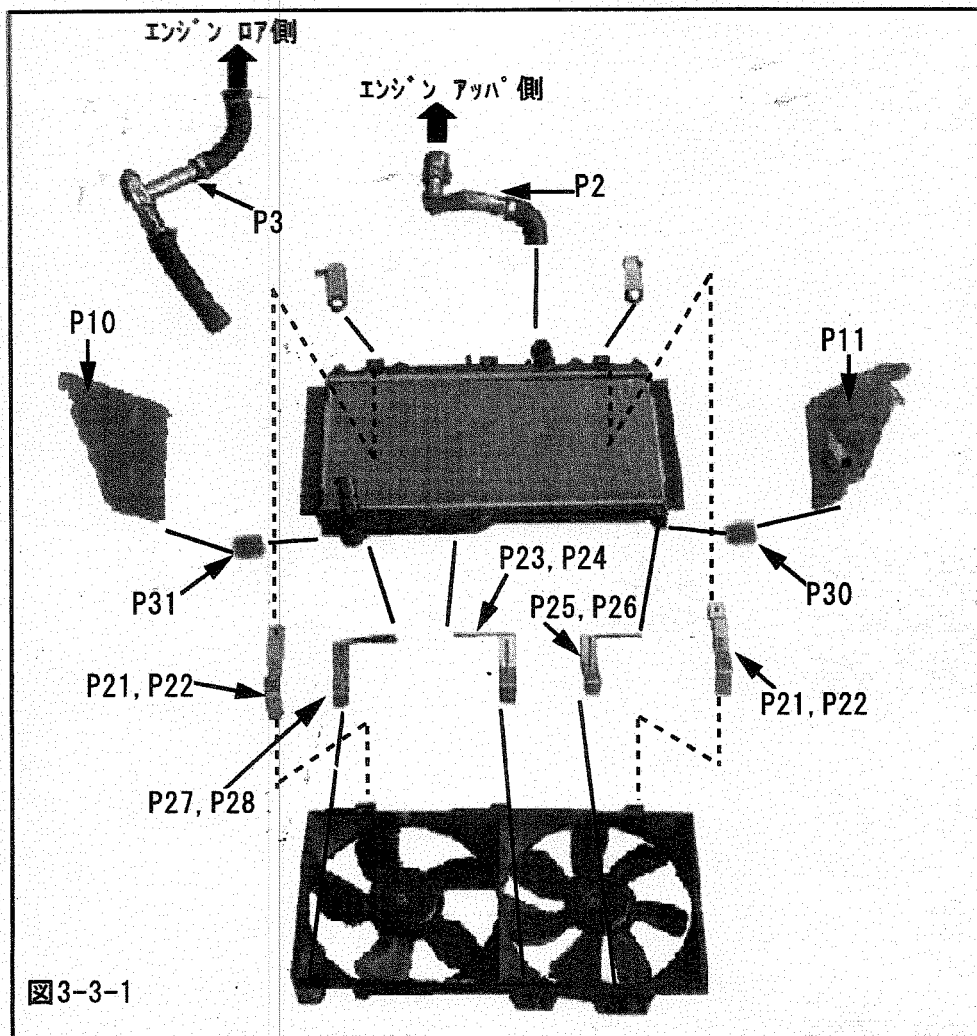

図3-3-1
(2) ラジエータと電動ファンを電動ファンスターNo.3～No.8ではさむように取付けてください。その際ラジエータの厚みに応じて電動ファンスターNo.3～No.8の長さを調整してください。(図3-3-1)
(3) ラジエータを取付けてください。(図3-3-1)
(4) エアセパレータタンクにホースを接続してください。